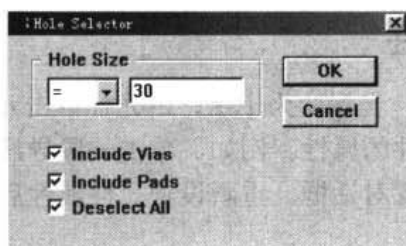

图 10-51 Hole Selector (焊盘或过孔孔径指定选择) 对话框
**Hole Size:** 选择指定孔径的焊盘或过孔。执行该命令后，将弹出如图 10-51 所示的 **Hole Size** 对话框，在其中设置要选择的孔径范围和元件范围，单击 **OK** 按钮，即可选中设置范围内的元件。